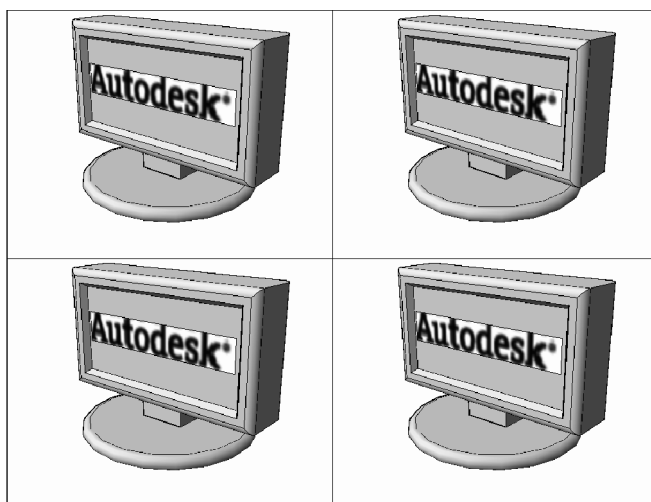

Fig. 7.14 Cele patru ferestre de afișare
23. Se plasează patru ferestre de afișare. Din meniul **View** se alege **Viewports**, cu opțiunea **4 Viewports**. La promptul *Specify first corner or [Fit] <Fit>*: se tastează **<Enter>**. Sunt afișate patru ferestre, cu conținut identic, ca în Fig. 7.14.